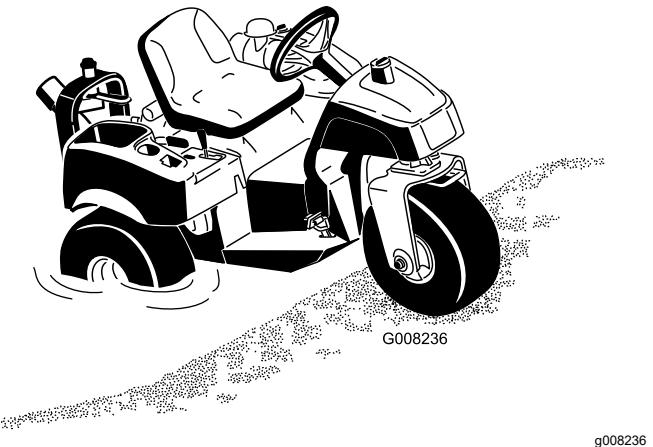

Figura 11
1. Ligue a Sand Pro e, lentamente, recue para a parte de menor profundidade da banca. Não conduza em água que seja mais profunda do que os cubos da roda da Sand Pro (Figura 11).